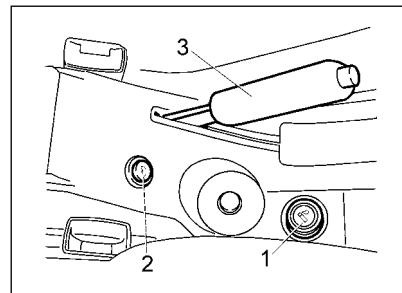
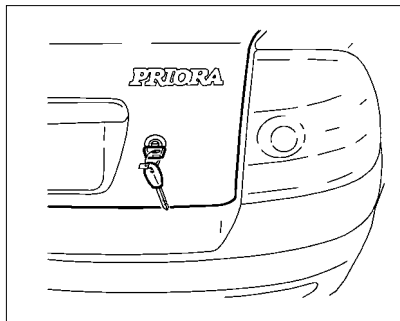

Рис. 23. Прикуриватель
Рис. 27. Открывание багажника
**Прикуриватель** 1 (рис. 23) работает при включенном зажигании. Для использования прикуривателя нажмите на кнопку подвижной части до ее фиксированного положения в патроне. Примерно через 20 секунд подвижная часть автоматически возвращается в исходное положение и готова к применению по назначению.
Выключатель привода замка багажника 2 (рис. 23). Для отпирания замка нажмите на кнопку выключателя. После отпускания руки кнопка возвращается в исходное положение.
Замок крышки багажника открывается кнопкой  на пульте дистанционного управления или поворотом по часовой стрелке ключа в замке (рис. 27), или из салона выключателем 2 (см. рис. 23). При открывании крышки багажник освещается плафоном, если включены габаритные огни.
**22 – прикуриватель** (работает при включенном зажигании). Для пользования нажмите на рукоятку подвижной части до фиксированного положения. Примерно через 20 - 27 секунд подвижная часть автоматически возвращается в исходное положение, прикуриватель готов к применению (см. рис. 23).
**23 – выключатель электропривода замка багажника или двери задка (в варианном исполнении).** Для отпирания замка нажмите на кнопку (см. рис. 23).